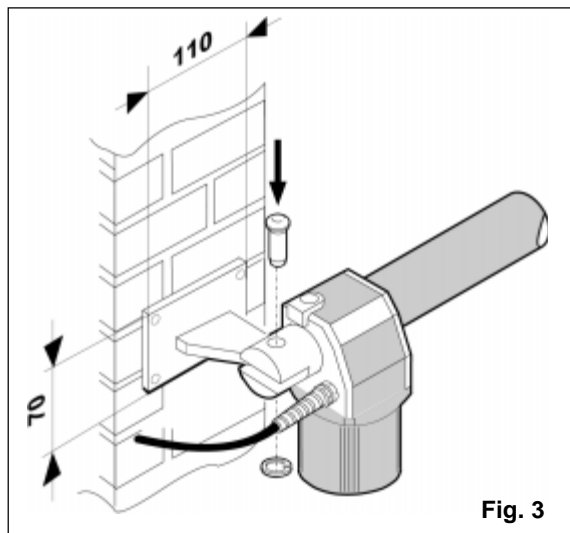

Fig. 3
Nel caso di pilastro in ferro saldare accuratamente l'attacco direttamente sul pilastro. Nel caso di pilastro in muratura, incassare opportunamente una piastra a murare (fig. 3). Saldare quindi accuratamente l'attacco sulla piastra.
- 2) Fissare l'operatore all'attacco posteriore tramite la viteria in dotazione (fig. 3).
Attenzione: i motoriduttori forniti nel kit sono in versione destra e sinistra. Per una corretta installazione l'operatore deve essere posizionato come da fig. 3. Si intende operatore destro quello montato sull'anta destra, con vista interna; si intende operatore sinistro quello montato sull'anta sinistra, sempre con vista interna.